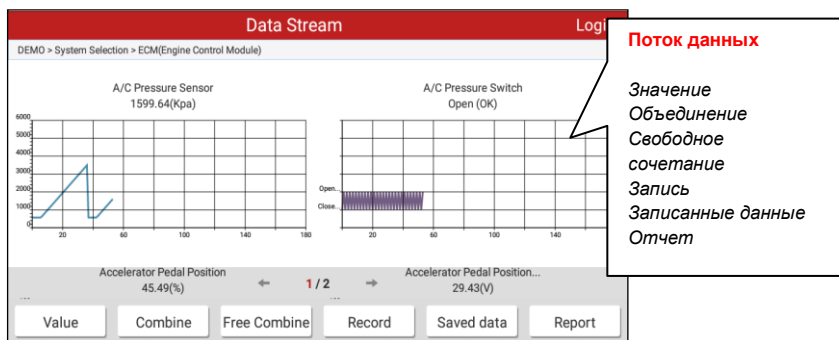

Рис. 5-13
- ✓ **Графический** – отображает параметры в графической форме. См. рис. 5-13.